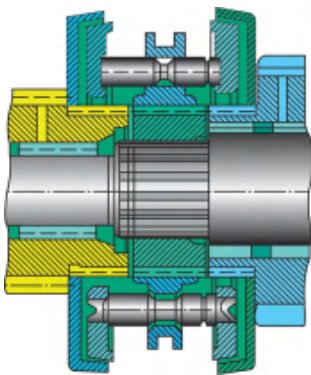

图 2-11 锁销式惯性同步器
②锁销式惯性同步器。锁销式惯性同步器(见图 2-11)的摩擦锥面间可产生较大的摩擦力矩,能够缩短同步时间,多用在中重型汽车的手动变速器中。